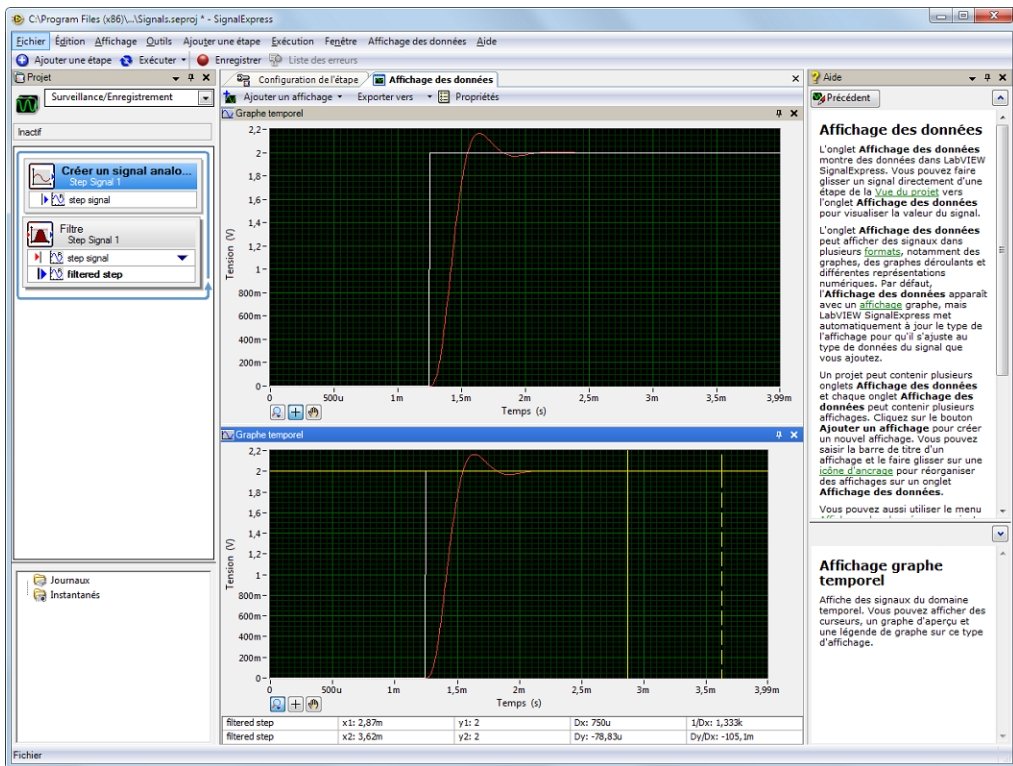

Figure 3-1. Signals.seproj
- Faites un clic droit sur le nouvel affichage et sélectionnez **Éléments visibles** » **Curseurs** dans le menu contextuel pour afficher deux curseurs interactifs, comme le montre la figure 3-1.